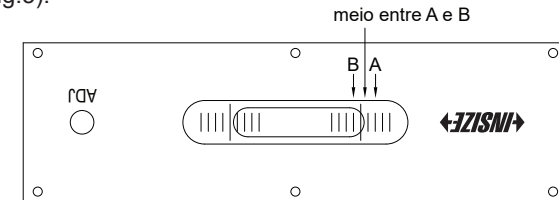

Fig.5
- e) Se $A-B \leq 1/2$ div, o nível pode ser usado. Se $A-B > 1/2$ div (no exemplo acima, $A-B=3$ div), gire levemente o parafuso de ajuste até que a bolha se mova para o meio entre A e B (Fig.5).